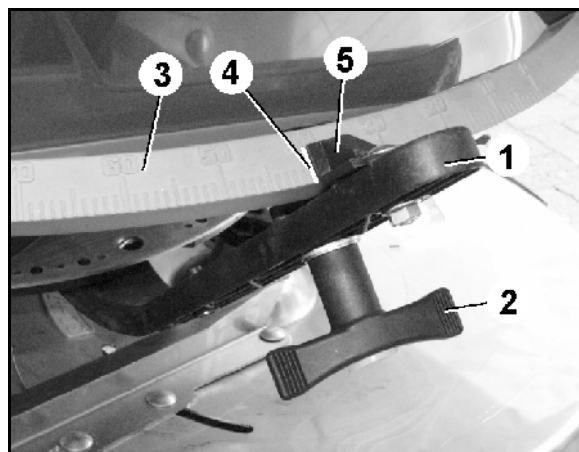

Fig. 81
El ajuste de la cantidad se realiza entonces por medio de la palanca reguladora (Fig. 81/1) siguiendo la tabla de dispersión.
2. Soltar el tornillo de mariposa (Fig. 81/2).
3. Localizar en la escala la posición apropiada de las correderas (Fig. 81/3).
4. Posicionar los indicadores (Fig. 81/4) de las dos palancas de regulación (Fig. 81/5) en este valor de la escala.
6. Apretar el tornillo de mariposa (Fig. 81/2).